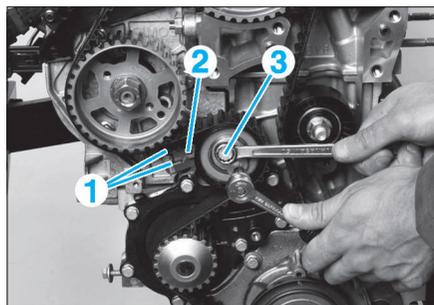

FIG. 13
- À l'aide d'une clé 6 pans, amener l'index (2) (Fig.13) du galet tendeur au milieu de la zone de contrôle (1) en faisant pivoter le tendeur dans le sens antihoraire.
- Serrer la vis de fixation (3) du galet tendeur à 3 daN.m.
- Contrôler le bon positionnement de l'index (2) (Fig.13) du galet tendeur; dans le cas contraire, reprendre l'opération de repose de la courroie.